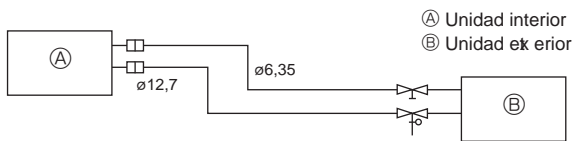

Fig. 5-2
(1) La siguiente tabla muestra las especificaciones de los tubos o mercurio almacenables (Fig. 5-2)